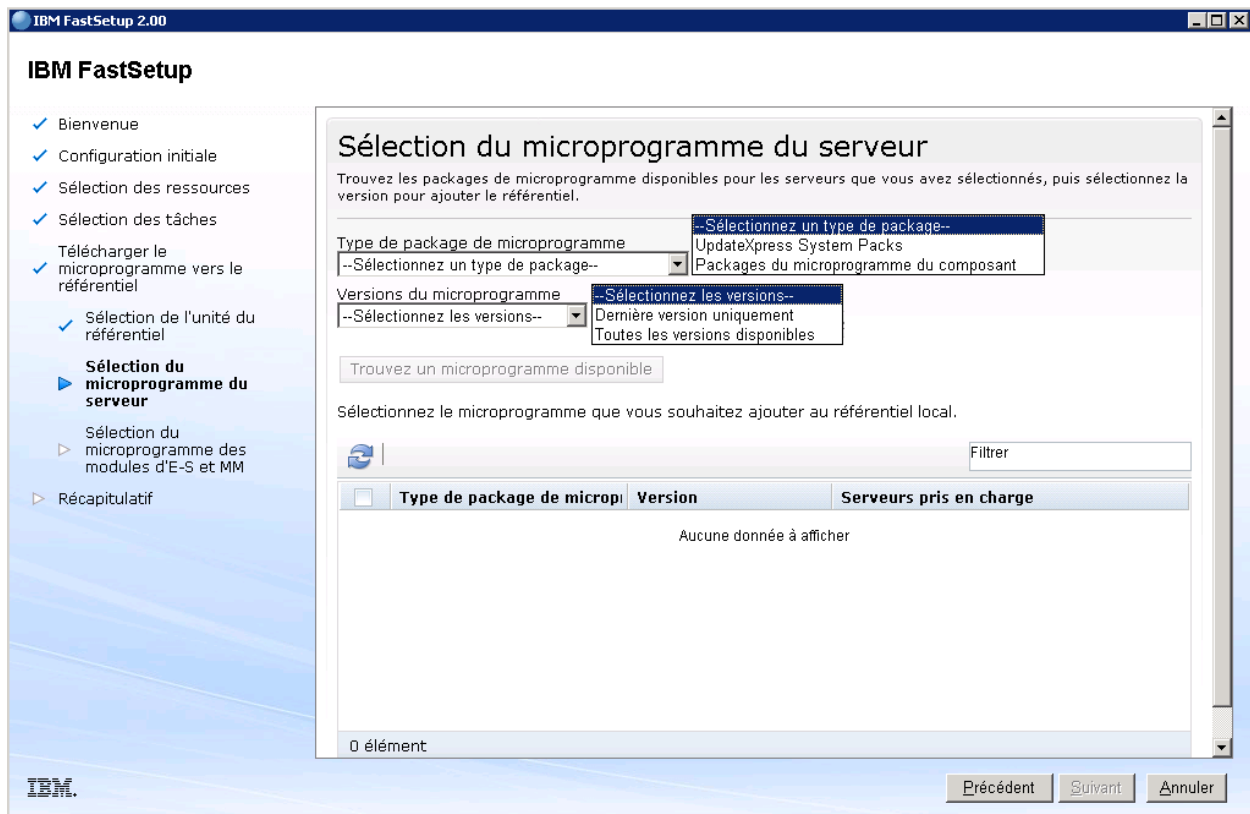

Figure 13 : Ecran Sélection des tâches
1. Sélectionnez **Télécharger le microprogramme vers le référentiel** dans l'écran Sélection des tâches. Voir Figure 13 ci-dessous.